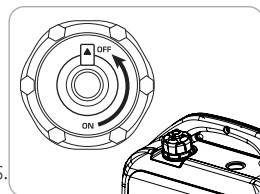

Fig. 8
5. Gire el mando del respiradero del tapón del depósito a «OFF» (fig. 8) después de que el motor se haya enfriado por completo.
6. Una vez detenido el generador, deje que se enfríe y cierre el respiradero del tapón de combustible (colóquelo en OFF, como se muestra en la Fig. 8, al finalizar el funcionamiento con gasolina).